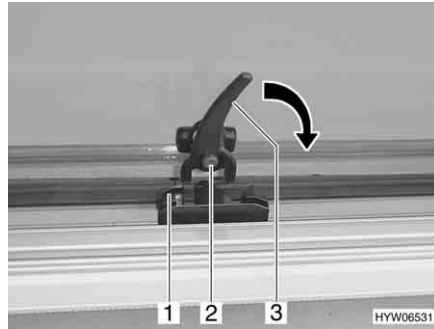

Fig. 51 Leva di serraggio in posizione "Aperto"
- Premere il bottone di sicurezza (Fig. 51,2) e mantenerlo premuto.
- Ruotare la leva di serraggio (Fig. 51,3) nella direzione della freccia di un quarto di giro verso il telaio della finestra.
- Ruotare la leva di serraggio (Fig. 51,3) di un quarto di giro verso il centro della finestra.
- Ruotare la leva di serraggio in senso antiorario. Il bloccaggio deve entrare nell'apertura sinistra (Fig. 51,1) del dispositivo di bloccaggio (Fig. 52).
- Rilasciare il bottone di sicurezza (Fig. 51,2).